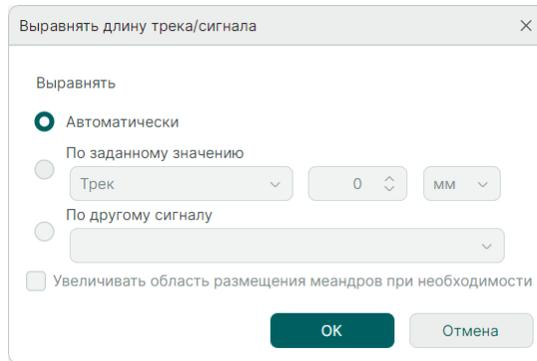

Рис. 384 Выбор режима «Автоматически»
5. Установите флаг в чек-бокс «Автоматически» и нажмите кнопку «ОК», см. Рис. 384.